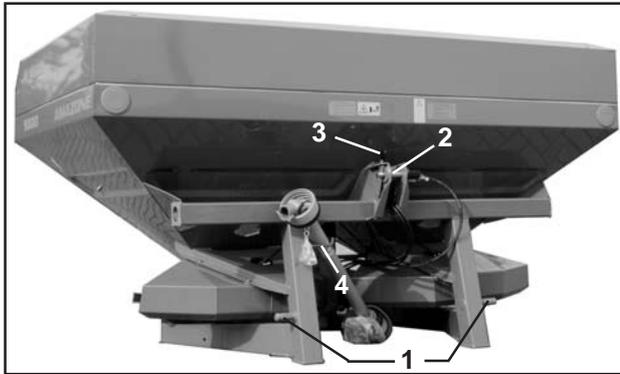

Fig. 5.1
- Introduisez les bras inférieurs du tracteur sur les tourillons (cat. II) (fig. 5.1/1 ou 5.2/1) et goupillez. Pour le **ZA-M MAX** introduisez le tourillon dans le perçage supérieur de la chape d'attelage inférieure et goupillez en sécurité. La chape fournie de série offre une deuxième possibilité d'attelage et permet d'atteler la machine 120 mm plus haut (par exemple pour les épandages tardifs).
Après dépose de l'épandeur, accrocher la transmission à cardan au crochet prévu à cet effet (fig. 5.1/4 et/ou 5.2/4).